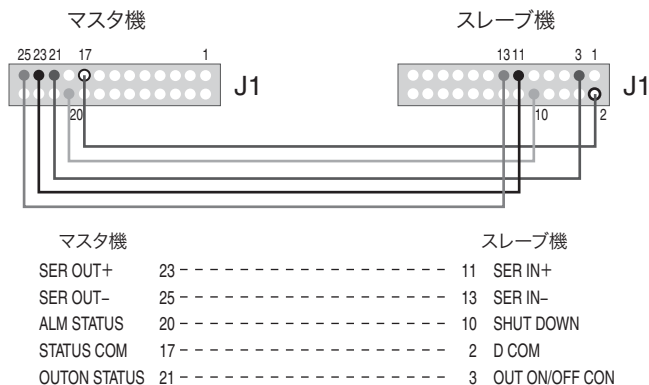

図 5-2 直列運転の接続
マスタ機のアラームが作動した場合は、図 5-2 のようにマスタ機の ALM STATUS とスレーブ機の SHUT DOWN を接続することにより、スレーブ機をアラーム状態にしてシステム全体の OUTPUT を OFF または POWER スイッチを OFF します。
ワンコントロール直列運転は、本機2台を図5-2のように接続します。ワンコントロール直列運転時の最大出力電圧は、単体の定格出力電圧×2です。
2. 後面パネルの J1 コネクタを図 5-2 のように接続します。